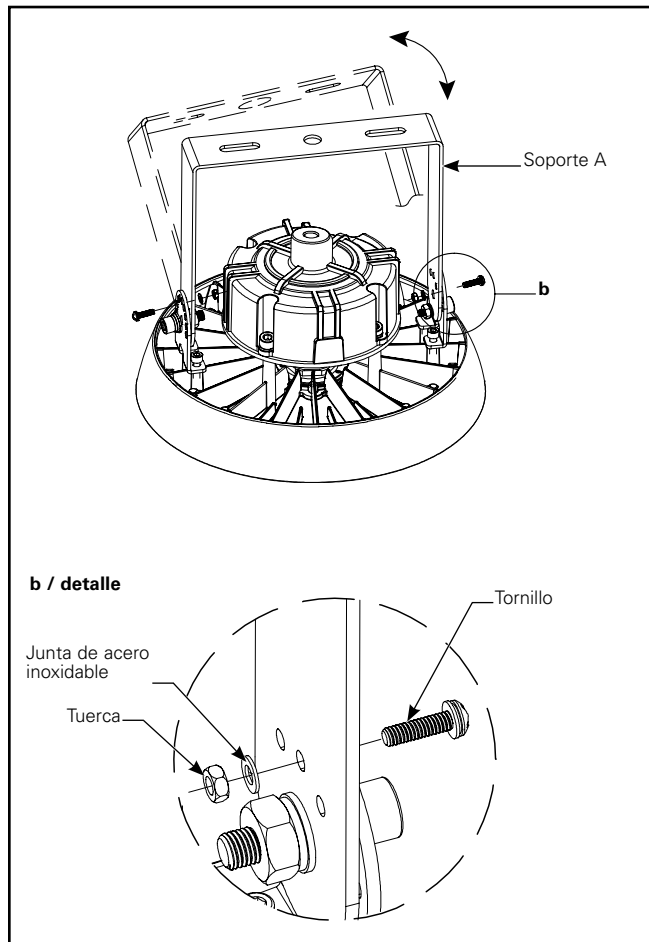

Figura 12.
3. Ajuste el ángulo del soporte A y luego fíjelo en su lugar. (Figura 12.)